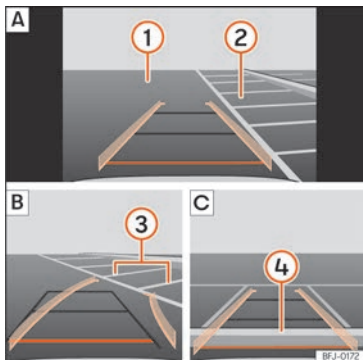

Abb. 212 Anzeige auf dem Bildschirm des Infotainment-Systems: einparken mit dem Rückfahrassistenten.
Legende zu **Abb. 212**:
- Bringen Sie das Fahrzeug vor die Parklücke » **Abb. 212** **2** **A**.